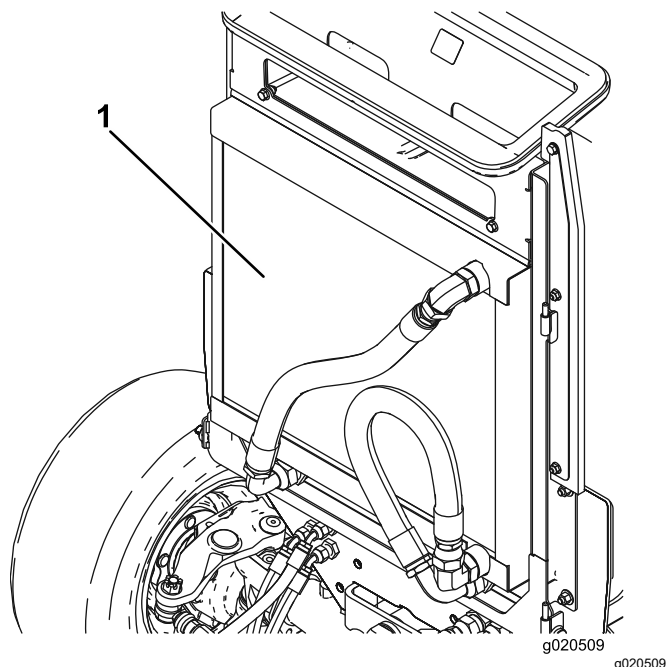

Figura 116
4. Limpe ambos os lados do radiador/refrigerador (Figura 116) com ar comprimido. Comece a partir da parte frontal e sopre os detritos para fora na direção da parte posterior. Depois, limpe a partir da parte posterior e sopre na direção da parte frontal. Repita o procedimento várias vezes até remover toda a sujidade e detritos.